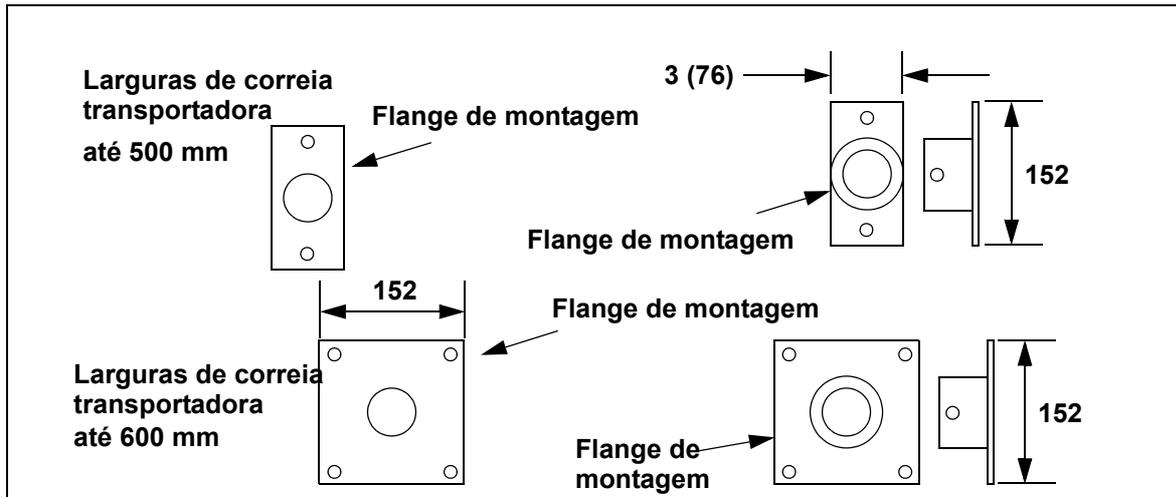

Fig. 4: Flange de montagem do raspador em V MARTIN® TORSION ARM™
5. Ter em atenção a fig. 4. Marcar a posição dos furos de fixação da seguinte forma: